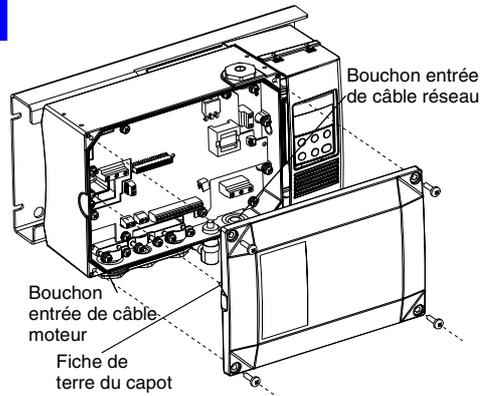

Figure 1
- Retirez la fiche de terre et les bouchons des différentes entrées de câble, cf. Figure 1.
REMONTEZ LE CAPOT DU CONVERTISSEUR. (Vérifiez que la fiche de terre du convertisseur est en place, cf. Figure 1, et serrez les quatre vis.)